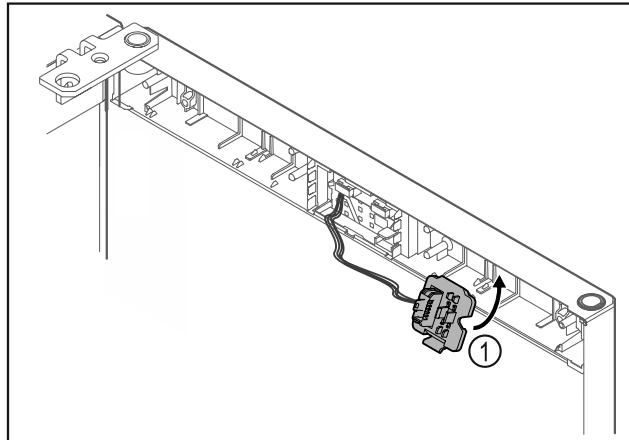

Fig. 18
► Фиксирайте държача на щекера Fig. 18 (1) от противоположната страна.